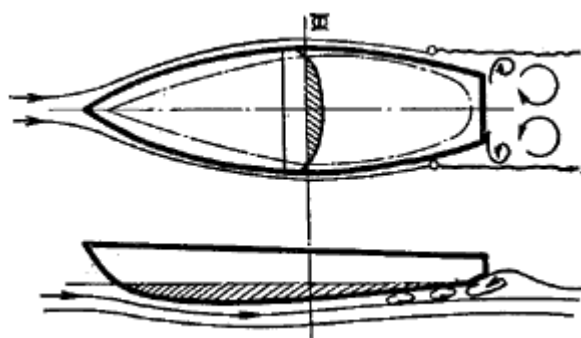

Рис. 84. Образование вихрей у поверхности корпуса яхты
**Сопротивление формы** объясняется возникновением завихрений при обтекании корпуса водой. Эти завихрения (рис. 84) образуются на кривых участках корпуса, а также около выступающих частей (киль, рули, пазы обшивки и пр.). Сопротивление формы, как и волновое сопротивление, зависит от обводов корпуса, а также от соотношения его размеров. Чем плавнее линии, по которым вода обтекает корпус, и чем меньше на нем выступающих частей, тем меньше и сопротивление формы.